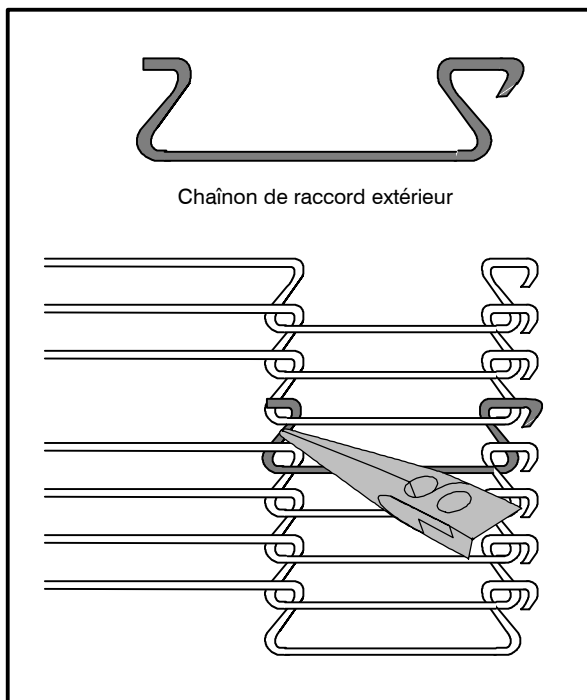

Figure 13
7. Installez les chaîons de raccord extérieurs pour terminer la connexion des deux extrémités de la courroie du convoyeur. Voir la Figure 13.